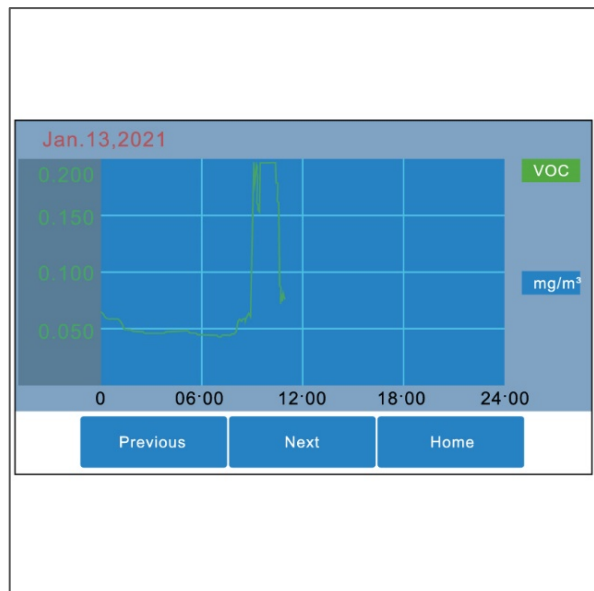

Figura 11
2. É apresentada a visão geral dos COVs (Figura 11).